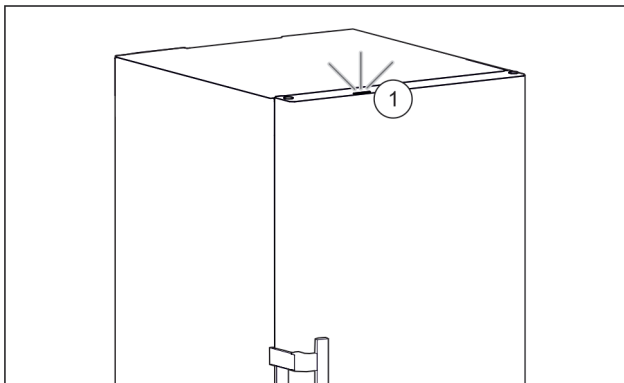

Fig. 56 Aktívne stavové svetlo pri zatvorených dverách
- ▷ Stavové svetlo Fig. 56 (1) je aktivované.